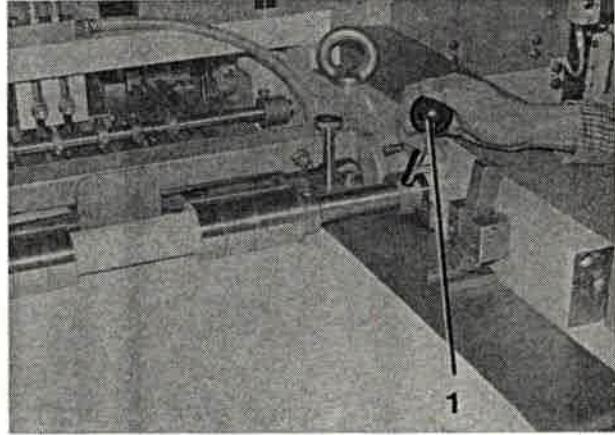

Bild 164
13. Vorzugwalzen durch Umlegen des Hebel (Bild 164/1) wieder absenken.